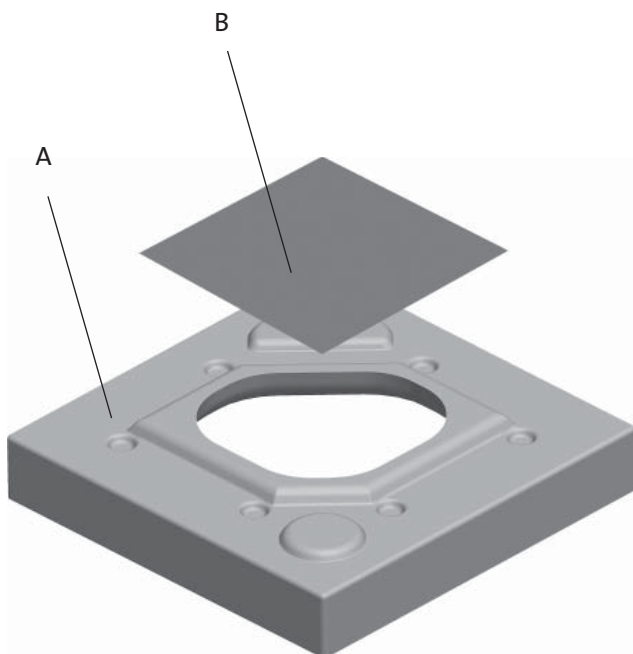

Fig. 5
3. Positionieren Sie die Rückwand (**Abb. 5 A**). Nutzen Sie Acrylklebstoff zum Befestigen.